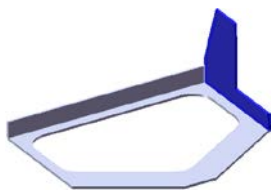
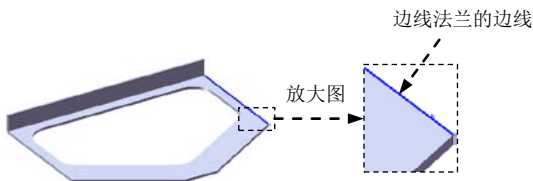

图 2.9 边线一法兰 2
图 2.10 边线法兰的边线
Step5. 创建图 2.9 所示的钣金特征——边线一法兰 2。
(1) 选择命令。选择下拉菜单 **插入(I)** → **钣金(H)** → **边线法兰(E)...** 命令 (或单击“钣金”工具栏中的  按钮)。
(2) 定义特征的边线。选取图 2.10 所示的模型边缘为生成的边线法兰的边线。